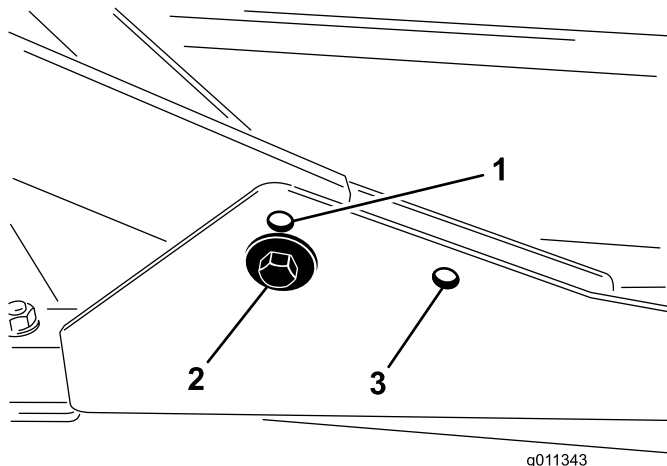

Figure 15
1. Pour les hauteurs de coupe entre 2 et 7,6 cm, montez les bâtis porteurs avant dans les trous inférieurs avant (Figure 15).
2. Pour les hauteurs de coupe entre 6,3 et 10 cm, montez les bâtis porteurs avant dans les trous supérieurs avant (Figure 15).
Quelle que soit la hauteur de coupe, le plateau de coupe arrière doit être monté dans les trous de montage arrière (Figure 15).